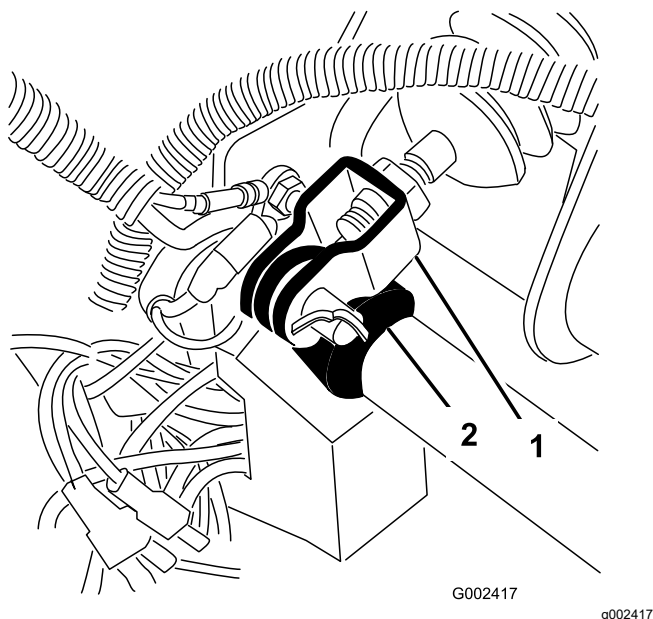

Bild 65
1. Nehmen Sie den Splint und Lastösenbolzen ab, mit denen das Hauptzylinderjoch am Bremspedalgelenk befestigt ist (Bild 65).